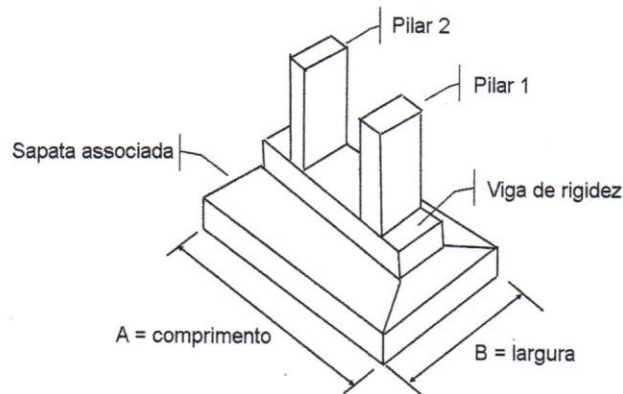

Figura 3.17 - Perspectiva de uma sapata associada.
- » Sapata associada: são elementos resultantes da proximidade de dois ou mais pilares, em que as suas sapatas isoladas se superponham. Nessa sapata existe uma viga que une os pilares, denominada viga de rigidez, que tem a função de permitir que a sapata trabalhe com tensões constantes (Figura 3.17).